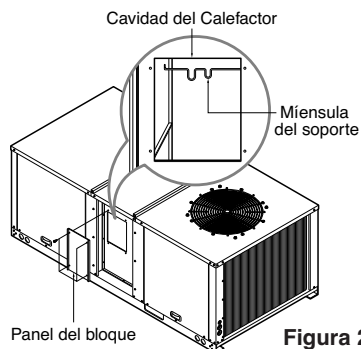

Figura 2
2. Quitar los cuatro (4) tornillos del panel del bloque para exponer la cavidad del calefactor y la ménsula del soporte del respaldo del calefactor. Guardar los tornillos para instalar el calefactor después. (Ver Figura 2).